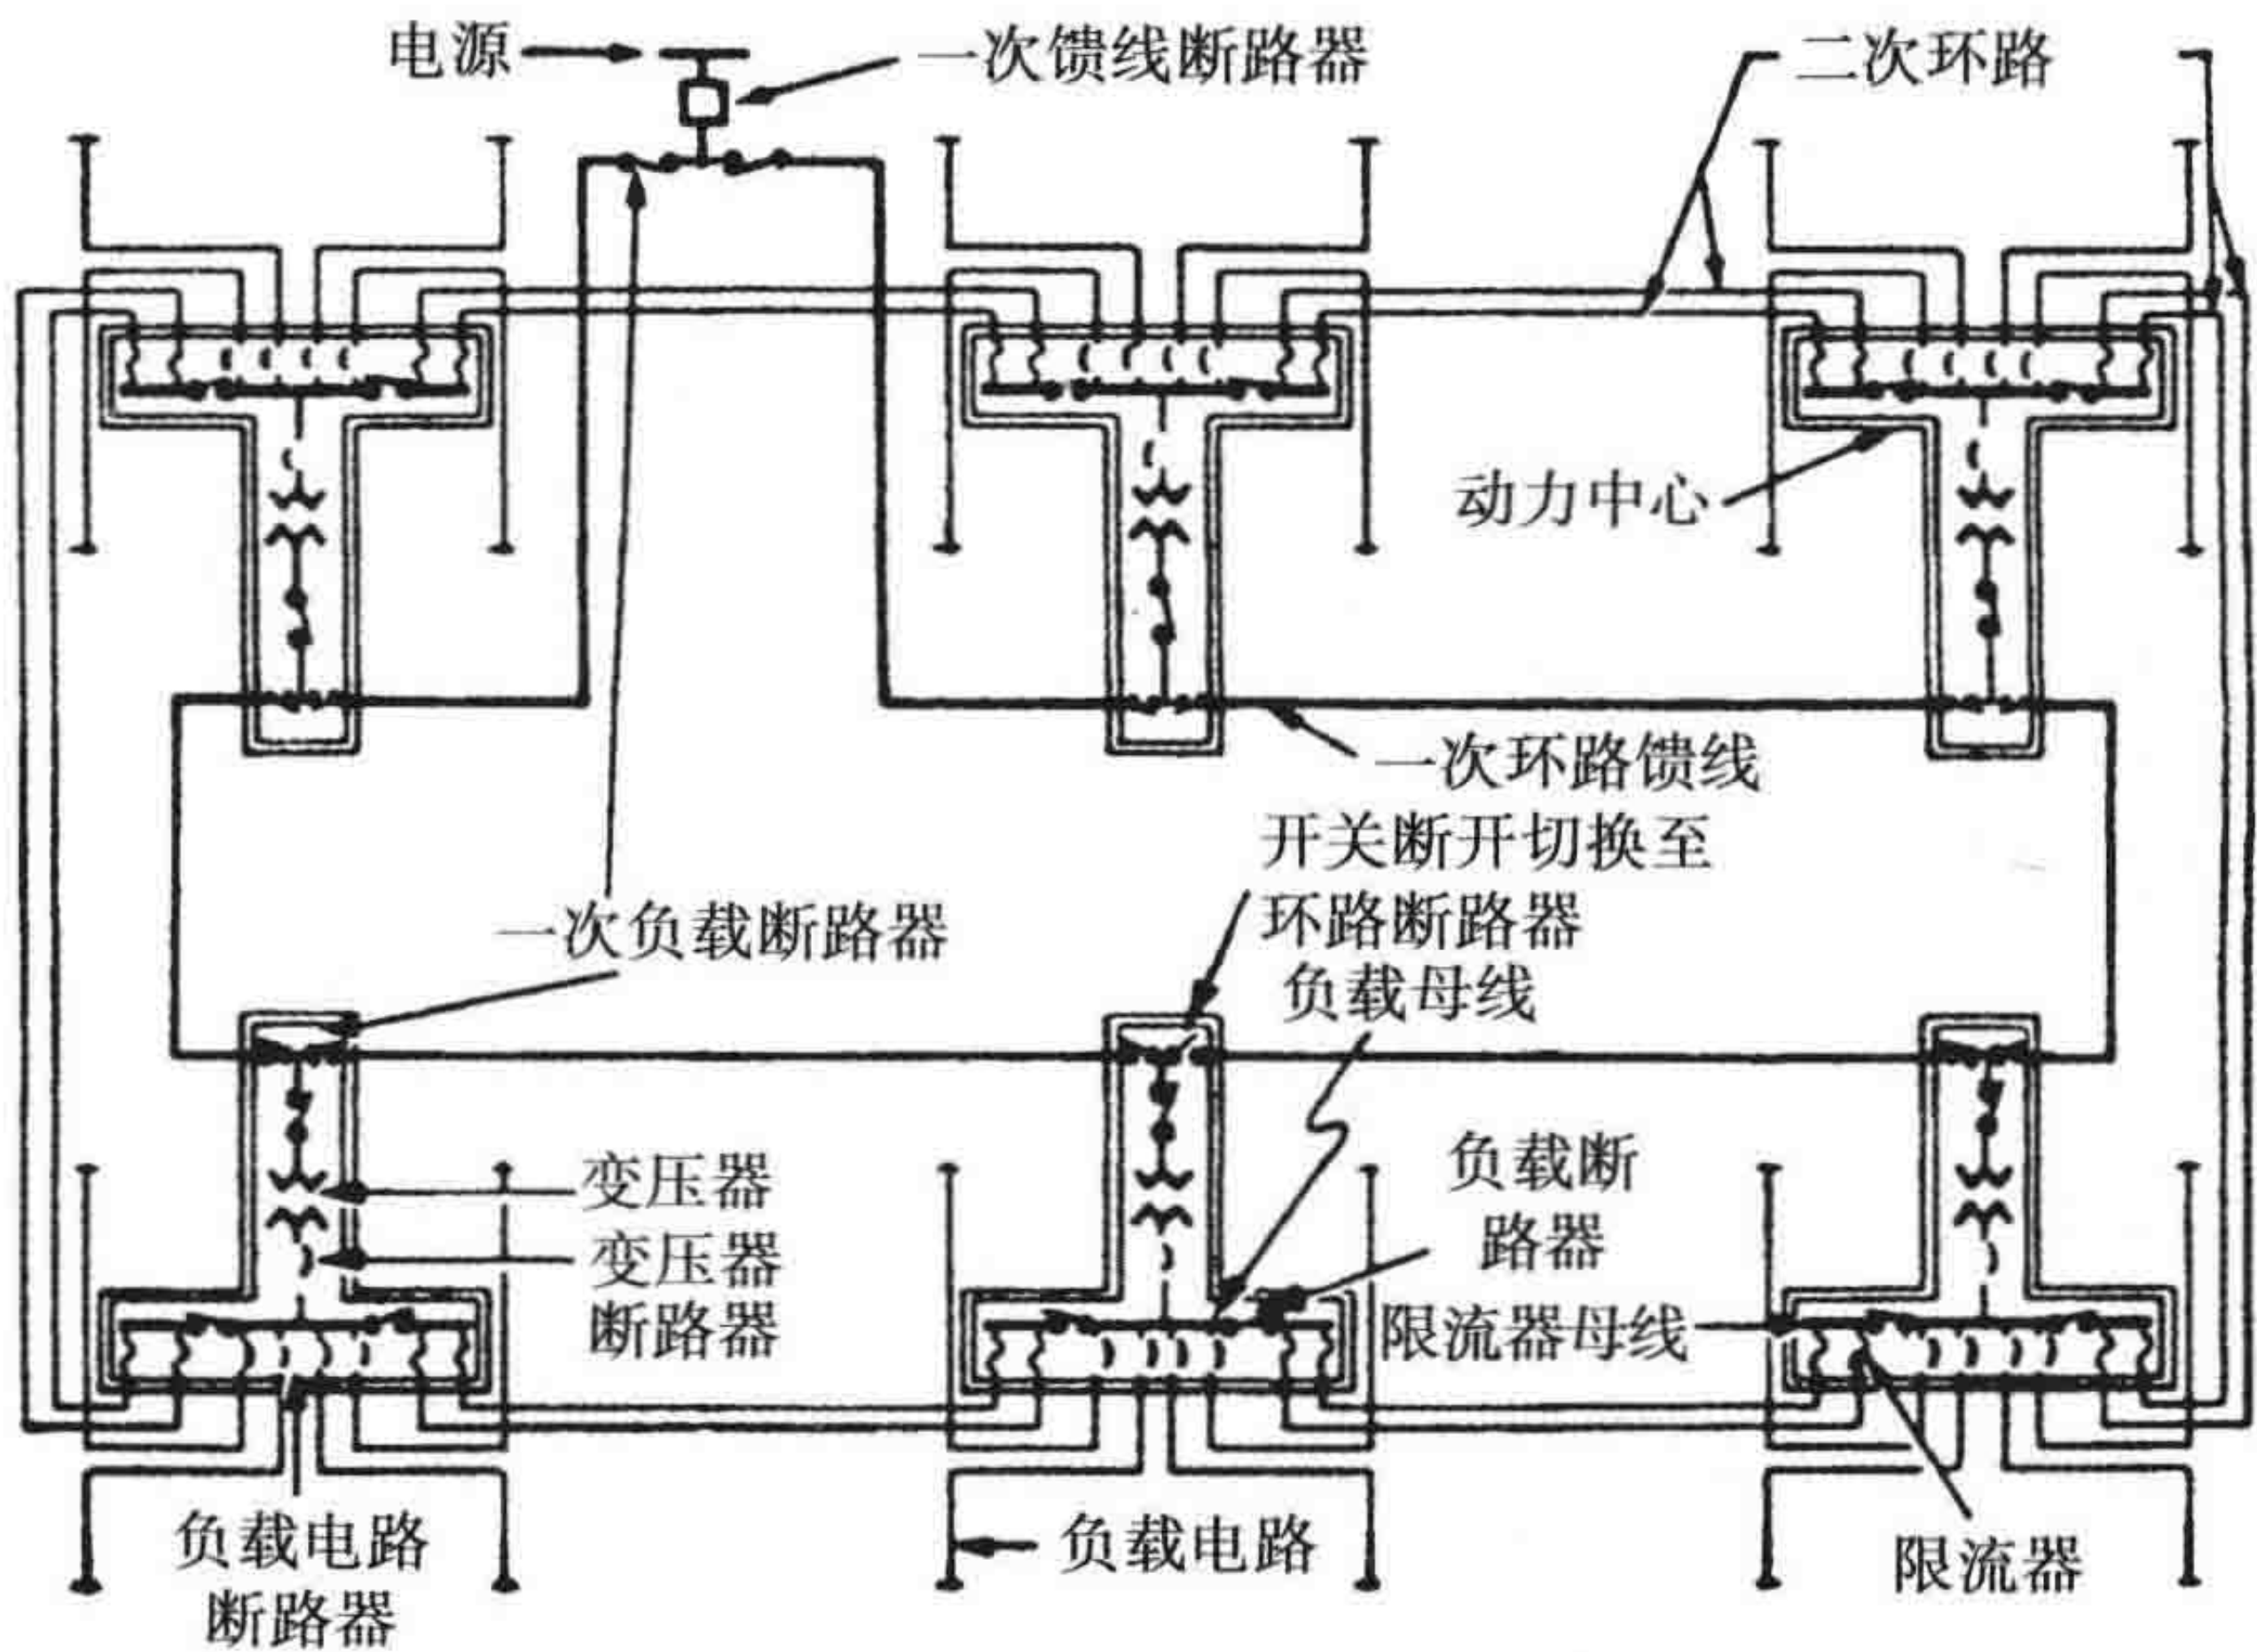

图 20-11 二次侧网络辐射系统 (Westinghouse 产品)
**二次侧网络辐射系统** 该系统能够快速恢复所有因一次馈线或变压器故障而断开的负载供电。当一次环路上的部分区段或变压器发生故障时，它使用变压器低压侧的二次环路提供紧急电力供应（见图 20-11）。